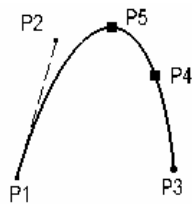

图 2-107
- 与一条直线相切的曲线：输入点 P1、P2，确定一条与曲线相切的直线，其中 P1 也是曲线的起点。接着输入点 P3、P4、P5，P3 为曲线的终点，P4、P5 为通过曲线上的点。这样即可确定曲线，如图 2-107 所示。